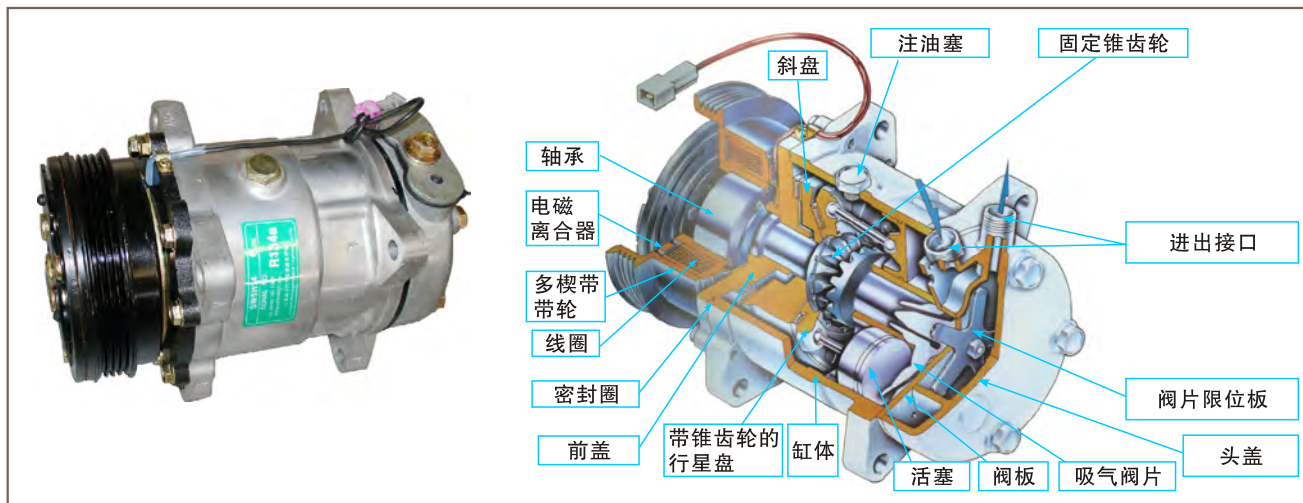

图8-2 摇板式活塞压缩机
① 压缩机的结构：华普海迅轿车用空调压缩机为摇板式活塞压缩机（如图8-2）。